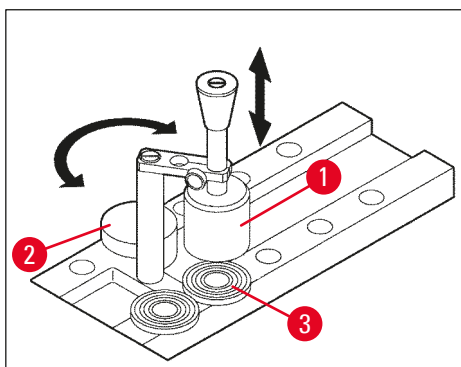

Fig. 14
4. Insertar la platina portamuestras en uno de los 10 orificios del bloque de congelación rápida (→ "Fig. 14") y congelar.